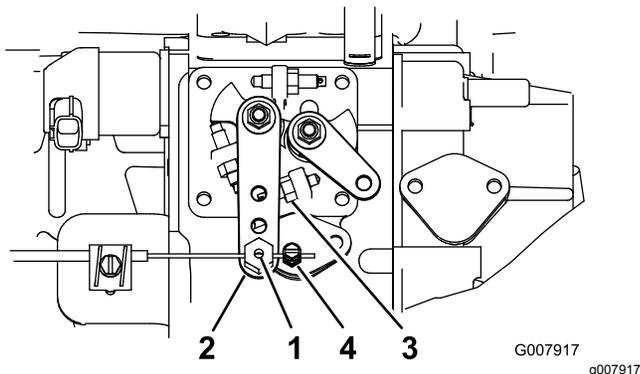

Рисунок 55
2. Ослабьте соединитель на тросике дроссельной заслонки, расположенный рядом с рычагом насоса для впрыска топлива (Рисунок 55).
3. Удерживайте рычаг насоса для впрыска топлива прижатым к упору высоких оборотов холостого хода (Рисунок 55).